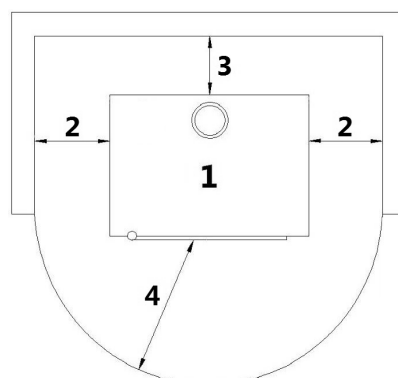

Fig. 18 - Installation générique
LÉGENDE Fig. 18
- Il est obligatoire d'installer le poêle éloigné des murs et/ou meubles, avec un écart minimum de 300 mm aux côtes, de 200 mm derrière, afin de permettre un refroidissement efficace de l'appareil et une bonne distribution de la chaleur dans l'ambiance (voir **Fig. 18**).
- Si les murs sont en matériel inflammable, contrôler les distances de sécurité (voir **Fig. 18**).